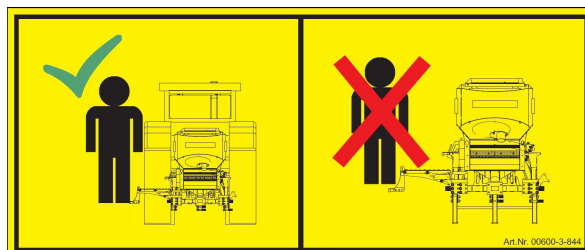

Fig.: 2
În cazul livrării singulare a platformei pentru mașini (MT) și aparatului pneumatic de însămânțare (PS), trebuie ca autocolantul „Stabilitate” (Fig.: 2) să fie aplicat la nivelul ochilor pe ambele laturi ale recipientului PS.